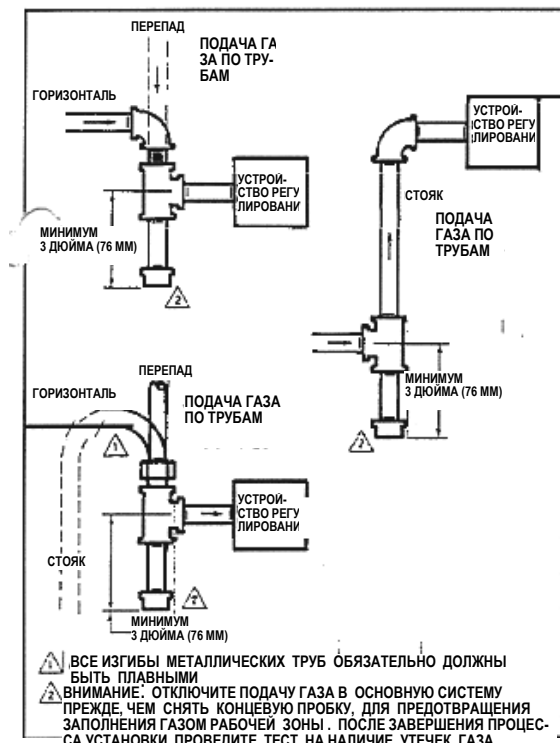

РИС. 4 – УСТАНОВКА ОТСТОЙНИКА
3. Установите отстойник на линии подачи газа к устройству. Смотрите рис. 4.